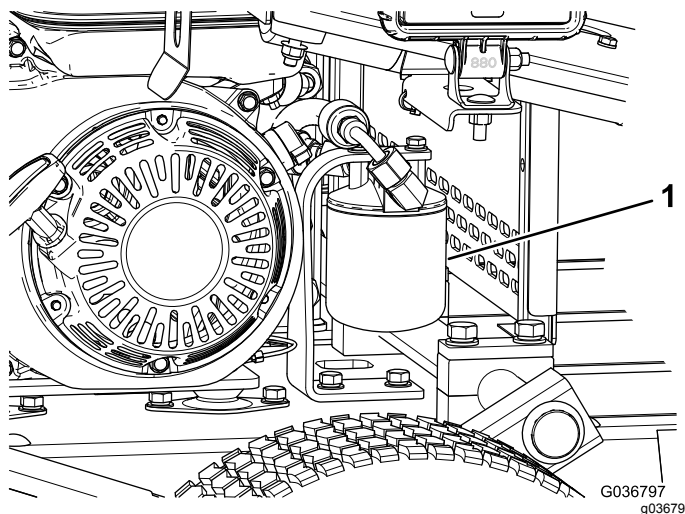

Figura 36
5. Coloque um recipiente de escoamento debaixo do filtro e retire o filtro (Figura 36).